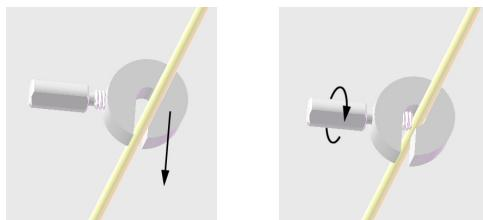

Figura 2: Aplicação da extremidade do eletrodo DBS
5. Meça a profundidade desejada do Eletrodo DBS com um medidor ou régua e posicione a extremidade do eletrodo DBS nesse comprimento. Para aplicar a extremidade do eletrodo DBS, pressione o Eletrodo DBS para o centro da extremidade do eletrodo e, depois, aperte o parafuso (Figura 2). Isso garantirá que o Eletrodo DBS seja inserido na profundidade correta.